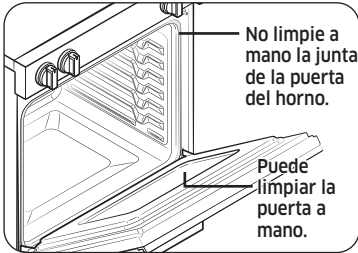

Fig. 2
- No limpie la junta. El material de fibra de vidrio de la junta de la puerta del horno no resiste la abrasión. Es indispensable que no toque la junta. Si la junta se gasta o deteriora, debe reemplazarla. (Fig. 2)